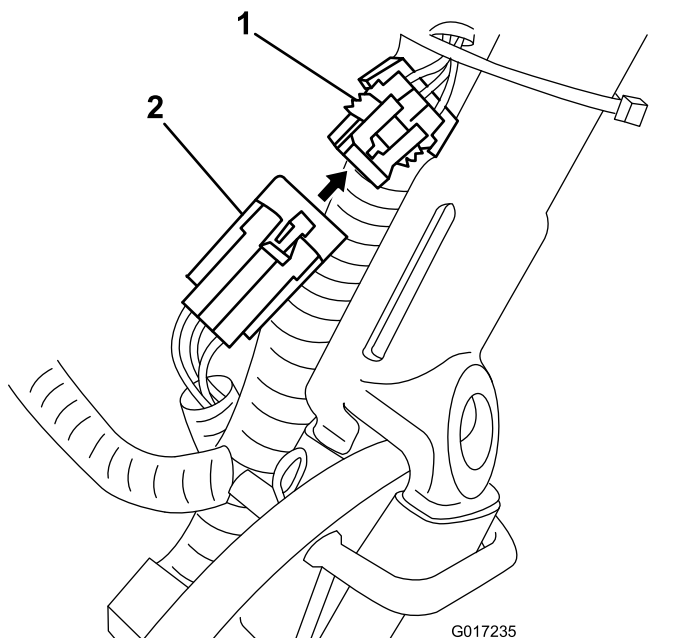

Figura 15
14. Encaminhe o conjunto para a cablagem da máquina por baixo e atrás da cablagem principal no lado esquerdo da máquina e ligue o conector pequeno de 6 pinos na cablagem ao conector correspondente na cablagem principal, como se mostra na Figura 15.